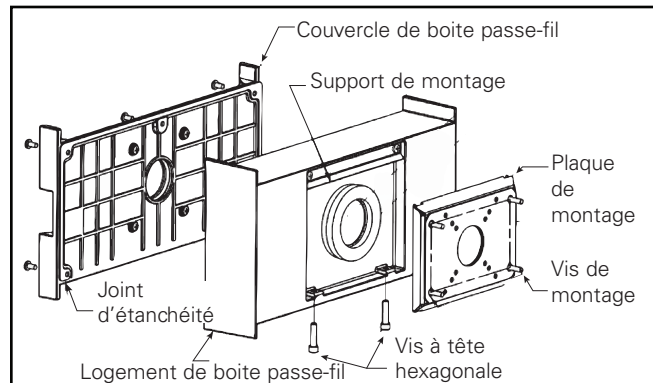
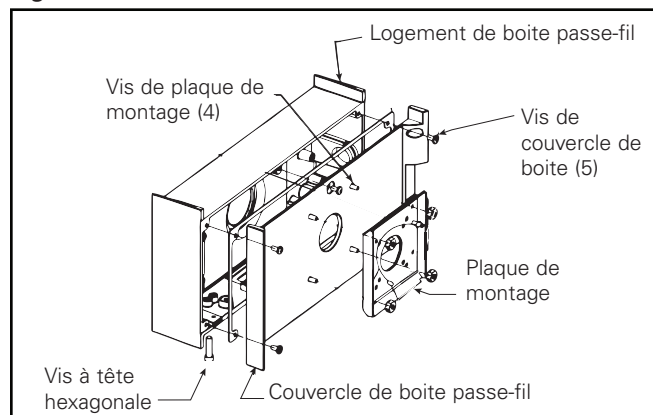

Figure 2.
Figure 2a.
1. Retirez la plaque de montage à l'arrière de la boîte passe-fil en desserrant deux (2) vis à tête hexagonale (Figure 2).
2. Montez la plaque de montage au mur en utilisant les quatre (4) trous plus grands avec la quincaillerie requise (fournie par d'autres). La plaque doit être positionnée correctement à la verticale.
4. Resserrez les deux (2) vis à tête hexagonale pour fixer la boîte passe-fil à la plaque de montage.
6. Retirez le couvercle de la boîte passe-fil du logement de la boîte passe-fil en desserrant cinq (5) vis (Figure 2a).
7. Retirez la plaque de montage à l'arrière du luminaire en desserrant deux (2) vis à tête hexagonale.
8. Installez la plaque de montage du luminaire sur le couvercle de la boîte passe-fil à l'aide des quatre (4) vis et des écrous fournis (Figure 2 b).
Figure 2 b.